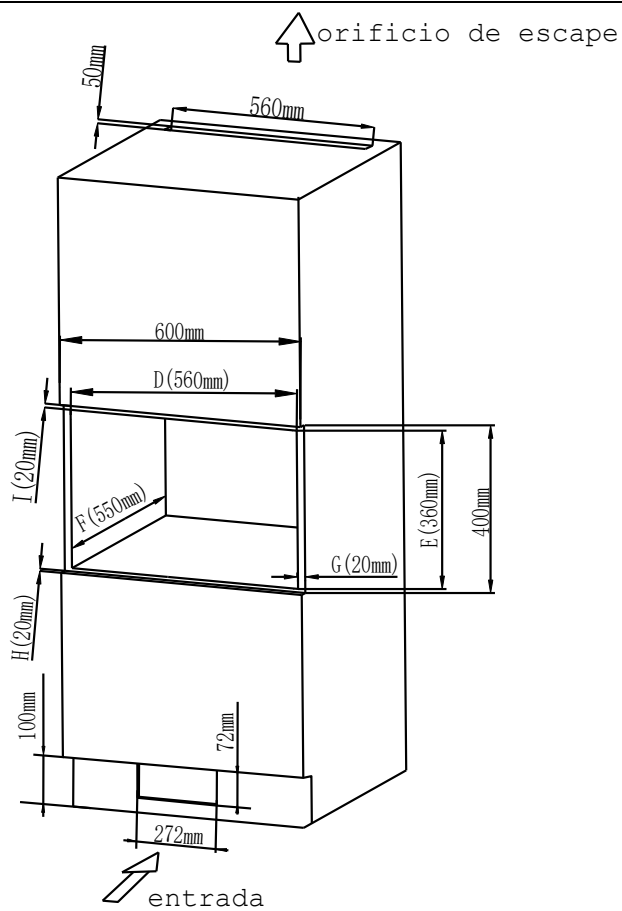

Fig. 5
Tamaño de apertura: (D)560±2 x (E)360±2 x (F)550±2 (mm) como se muestra en la Fig. 5 “D”, “E”, “F”.